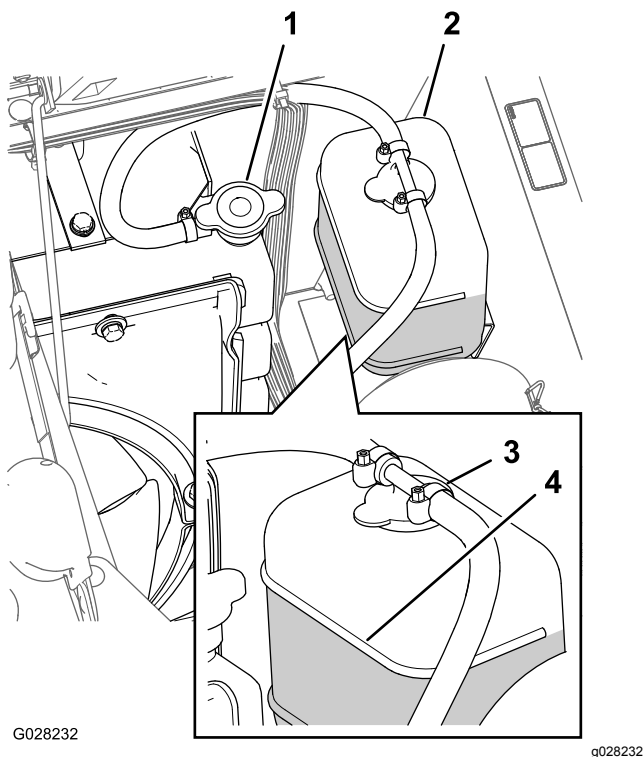

Figura 92
3. Retire cuidadosamente el tapón del radiador y el tapón del depósito de expansión (Figura 92).
Nota: El radiador debe llenarse hasta la parte superior del cuello de llenado, y el depósito de expansión debe llenarse hasta la marca Lleno del depósito (Figura 92).
5. Si el nivel de refrigerante es bajo, retire el tapón del depósito de expansión y el tapón del radiador, y llene el depósito de expansión hasta la marca Lleno (Figura 92) y el radiador hasta la parte superior del cuello de llenado ().
6. Instale el tapón del radiador y el tapón del depósito de expansión (Figura 92).
2. Espere hasta que se haya enfriado el motor, luego retire el tapón del radiador (Figura 92).
6. Retire el tapón del radiador (Figura 92).
8. Arranque el motor con el tapón del radiador aflojado (Figura 92).
10. Una vez que el refrigerante se ha calentado, añada más refrigerante hasta que el nivel llegue a la superficie sellante del tapón, y apriete el tapón (Figura 92).
11. Abra el tapón del depósito de expansión y llene el depósito con refrigerante hasta el nivel de "Frío" (Figura 92).